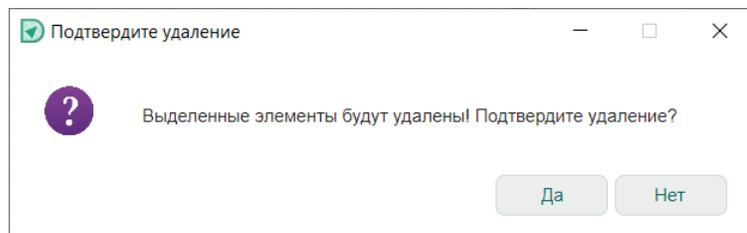

Рис. 327 Подтверждение операции удаления радиодетали
3. Подтвердите операцию удаления, см. Рис. 327.